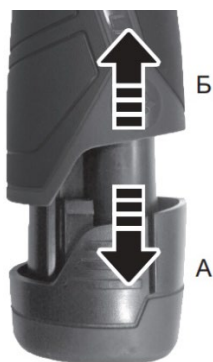

Рисунок 10. Схема під'єднання та від'єднання акумуляторної батареї.
3. Щоб від'єднати акумуляторну батарею від виробу, натиснути фіксатори батареї та, не відпускаючи їх, з невеликим зусиллям потягнути акумуляторну батарею у напрямку стрілки «А» (рис. 10).
4. Щоб під'єднати акумуляторну батарею до виробу, сумістити виступи на акумуляторній батареї із пазами на корпусі виробу, натиснути фіксатор та з невеликим зусиллям посунути акумуляторну батарею у напрямку стрілки «Б» (рис. 10) до характерного клацання.